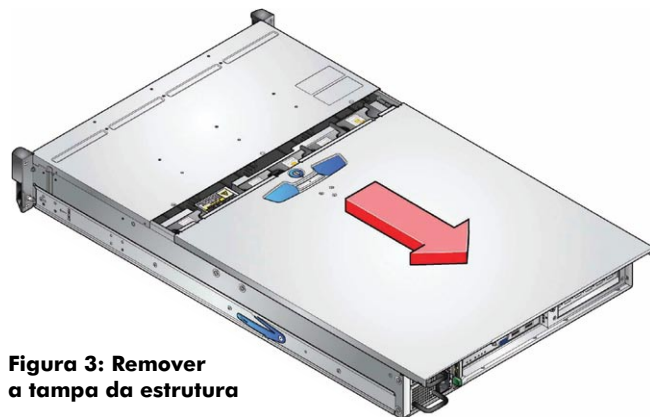

Figura 3: Remover a tampa da estrutura
1. Liberte a tampa superior da estrutura, rodando o mecanismo de fecho para a posição de "desbloqueado"; em seguida, desloque a tampa para trás até prender (ver Figura 3).